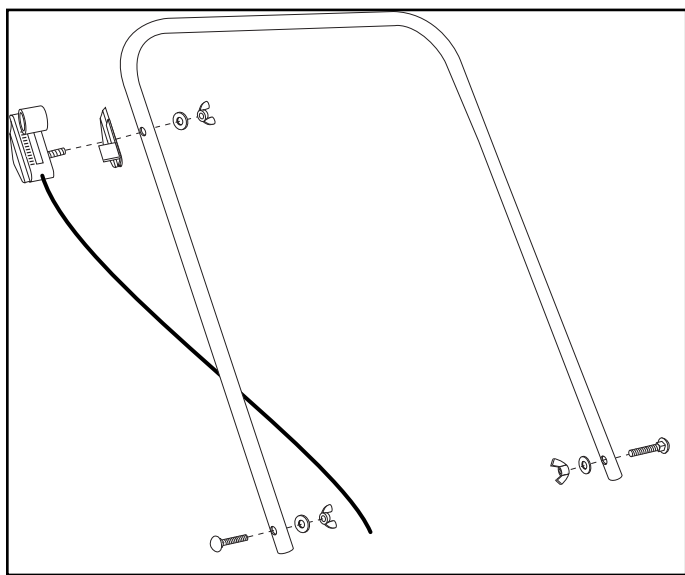

FIGURE 1
1. Fixez la poignée tubulaire sur les pieds tubulaires en utilisant les deux boulons de carrosserie de 1/4 po. x 2 po. et deux écrous à oreilles. Voir figure 1.
2. Fixez le câble de contrôle à la poignée tubulaire en utilisant un boulon de carrosserie de 1/4 po. x 2 po. et un écrou à oreilles en nylon. Voir figure 1.
2. Pour un meilleur résultat, répandez l'engrais ou les graines entre les bordures de gazon les plus étroites, puis effectuez deux passages de chaque côté afin de tourner la machine et répandez entre ces deux bandes. Voir figure 1.